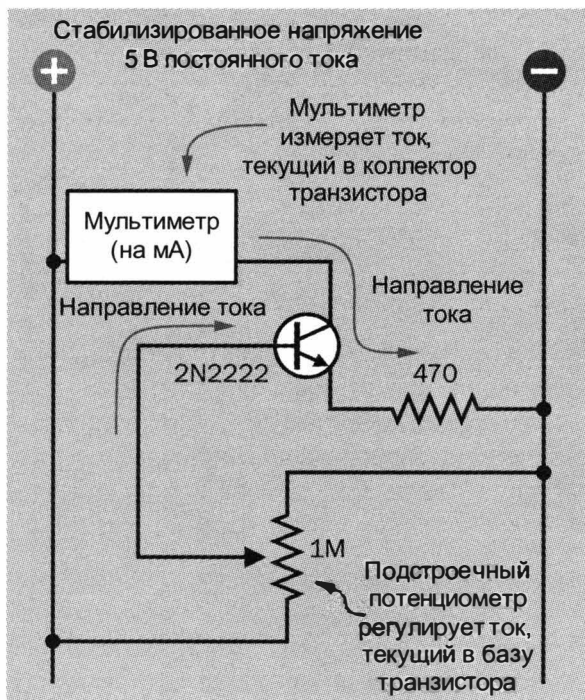

Рис. 2.4. Теперь мультиметр измеряет ток, текущий в коллектор транзистора
- **Шаг 3.** Удалите мультиметр из схемы и соедините точки его прежнего подключения перемычкой. Установите диапазон измерений мультиметра на измерение миллиампер (если ваш мультиметр не обладает функцией автоматического выбора диапазона измерений) и подключите его в схему, как показано на рис. 2.4.